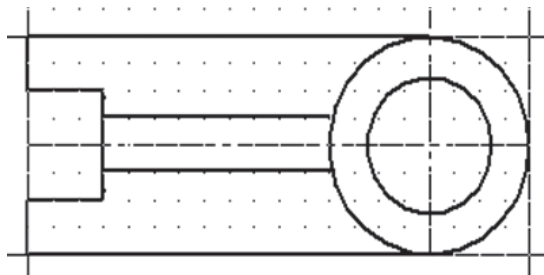

Рис. 124
15. Выполнить построение вида сверху, используя команды *Окружность* и *Отрезок* (рис. 124).